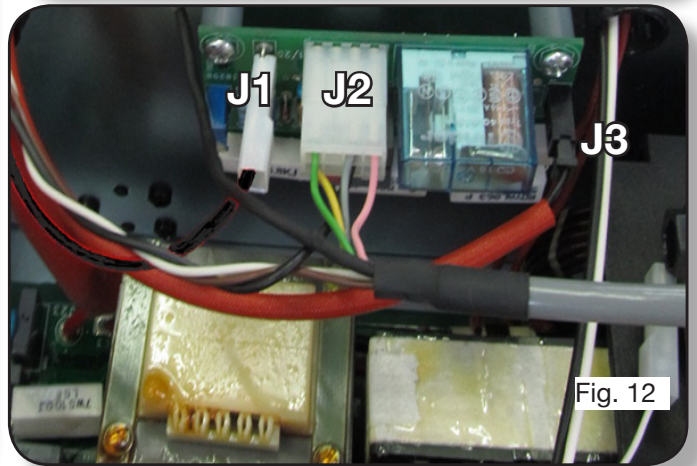

Fig. 12
- Enchufar el circuito interfaz (cód. 5602598) en el panel interior utilizando los dos espaciadores cilíndricos grises y los dos tornillos autorroscantes como se indica en la fig. 12